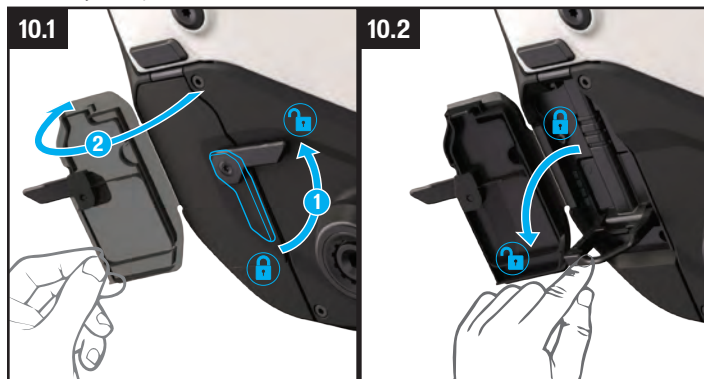

Fig. 10.1
- Sett inn hovedselepluggen i porten på nytt, og roter hendelen tilbake til lukket posisjon, lukk deretter ladeportdekelet for å forsegle den mot vann og skrot (Fig. 10.1).